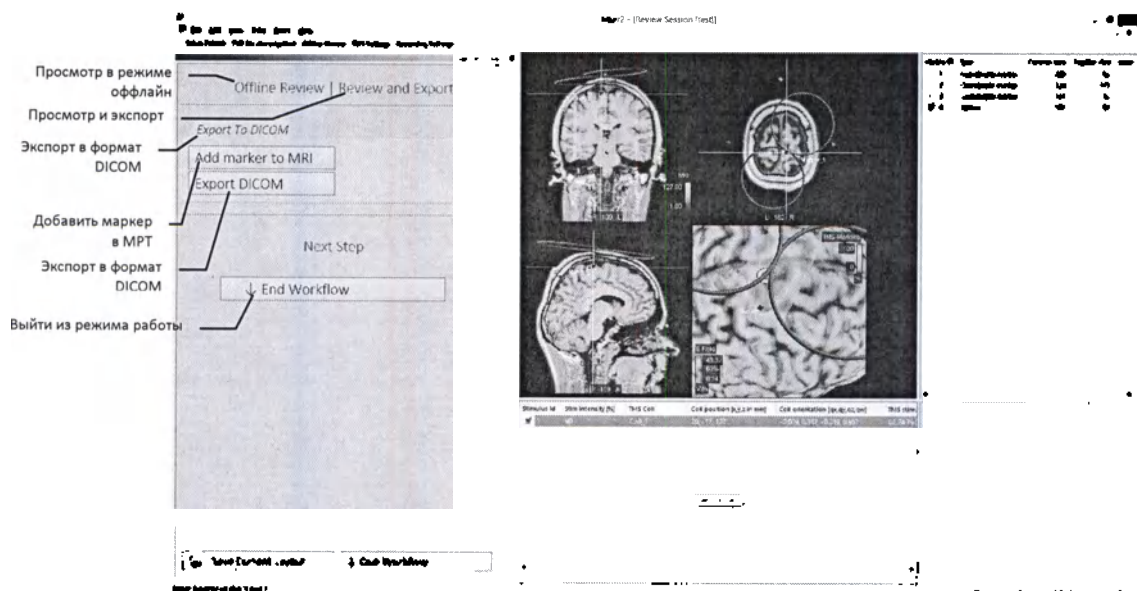

Рис. 53. ПРОСМОТР СЕАНСА НЕЙРОНАВИГАЦИИ БЕЗ ЗАПИСИ ЭМГ В РЕЖИМЕ ОФФЛАЙН
Если просматривается сеанс ТМС без записи ЭМГ, просмотр будет упрощен для отображения стимулов с интенсивностью выходных каналов стимулятора, см. Рис. 53. В списке стимулов будут отображены:
1. Разместите пересечение на позиции, куда вы хотите установить маркер. Если вы хотите разместить маркер поверх маркера ТМС, выберите данный маркер из списка сенсоров, стимулов или откликов. Положение пересечения будет отрегулировано согласно сделанному выбору, как это показано на Рис. 53.